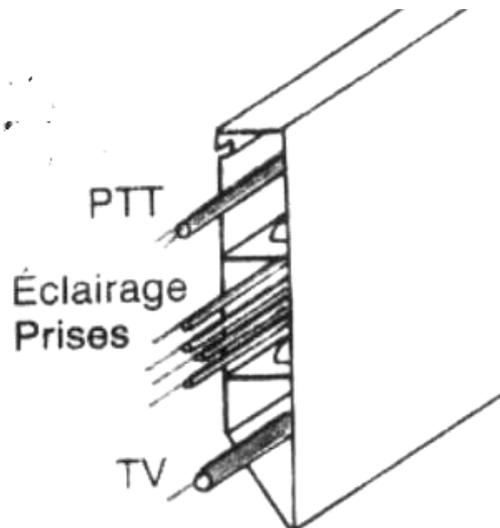

Figure 6.5 Plinthe plastique.
c) **Les plinthes** : (voir figure 6.5)